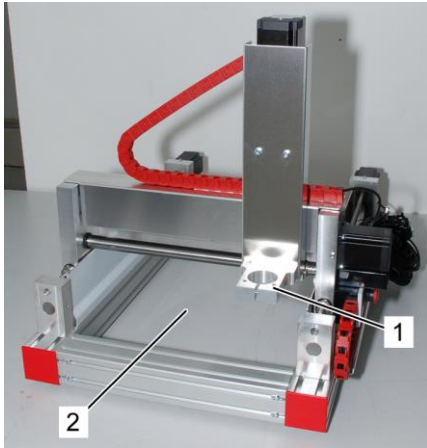

Abb. 15: Arbeitsbereiche
- Bereich der Werkstückaufnahme (Abb. 15/1) (im abgeschalteten Betrieb)
- Arbeitstisch beim Aufspannen des Werkstücks (Abb. 15/2) (im abgeschalteten Betrieb)